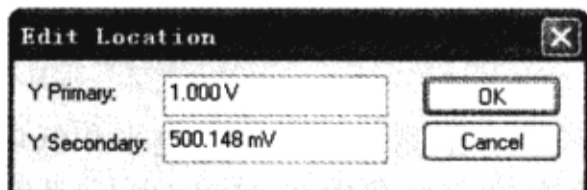
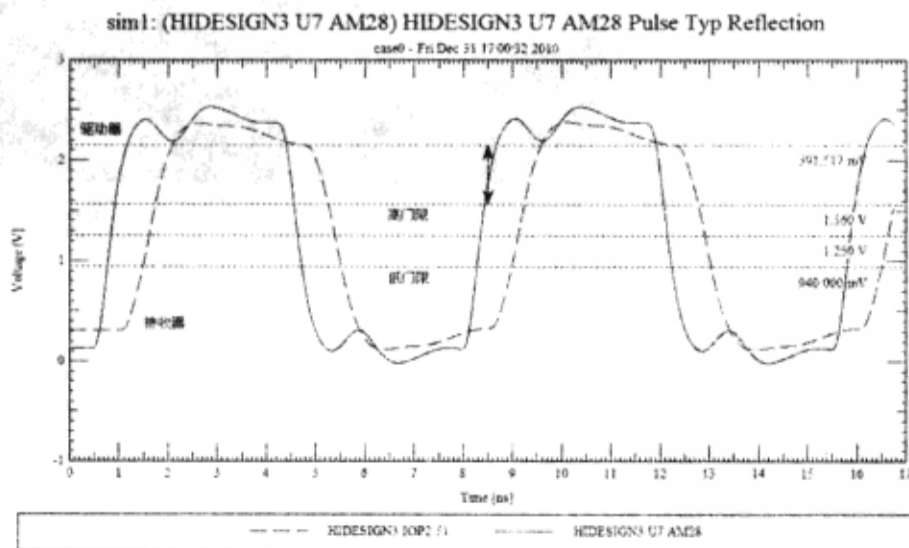

图 3-8-56 “Edit Location”对话框
图 3-8-57 测量 NoiseMarginHigh
(1) 测量 Noise Margin High。
① 单击“SigWave”窗口左侧列表框中“HIDESIGN3 IOP2 51”的接收器波形符号。
② 单击工具栏中的按钮 ，增加“differential horizontal marker”。
③ 单击“SigWave”窗口左侧列表框中“diff Horizontal Marker”的标志符号→从最左边的调色板中选择蓝色→“differential horizontal marker”现在显示为蓝色。
④ 选择“SigWave”窗口左侧列表框中“Diff Horizontal Marker”的标志符号→单击鼠标右键→从弹出菜单中选择“Location”，弹出如图 3-8-56 所示对话框。
⑤ “Y Secondary”栏输入“1.56V”，“Y Primary”栏输入“2.5V”→单击“OK”按钮，关闭“Edit Location”对话框。报告的 NoiseMarginHigh 是上升波形超过逻辑高门限值最低的振铃点值减去逻辑高门限值。
⑥ 在蓝色的 2.5V 的“differential horizontal marker”单击鼠标左键并按住鼠标左键，滑动它到接收器上升波形的最低点，如图 3-8-57 所示。